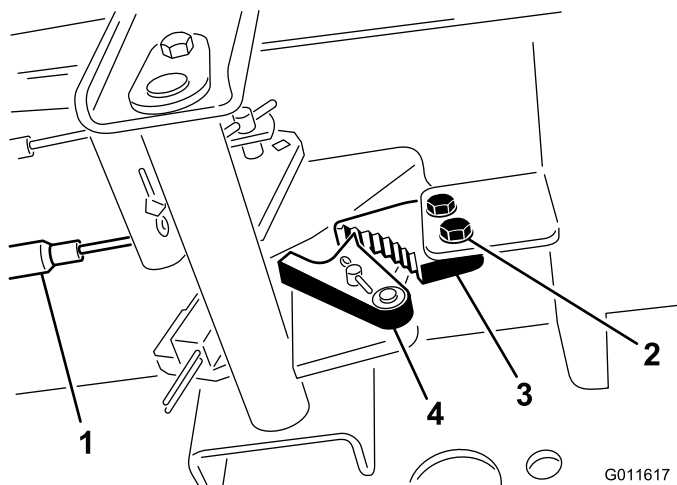

図 36
1. 駐車ブレーキのツメをフレームに固定しているネジ2本をゆるめる 図 36。
2. ブレーキのツメが戻り止めに完全に掛かるまで駐車ブレーキペダルを前に踏み込む (図 36)。